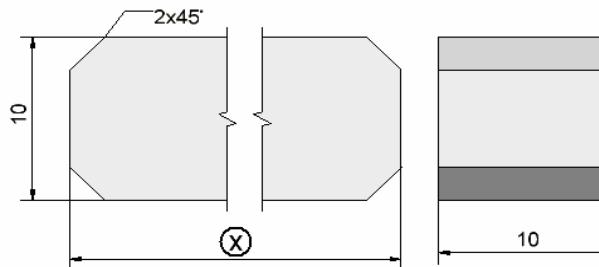

Figura 3.9.3.
- Stâlp, figura 3.9.3.
Pentru stâlpului din figura 3.9.3 se observă inexistența cotei ce definește lungimea stâlpului (cea notată cu X). Această mărime va fi lăsată „liberă” (adică nu va fi specificată) la momentul schițării conturului de bază.